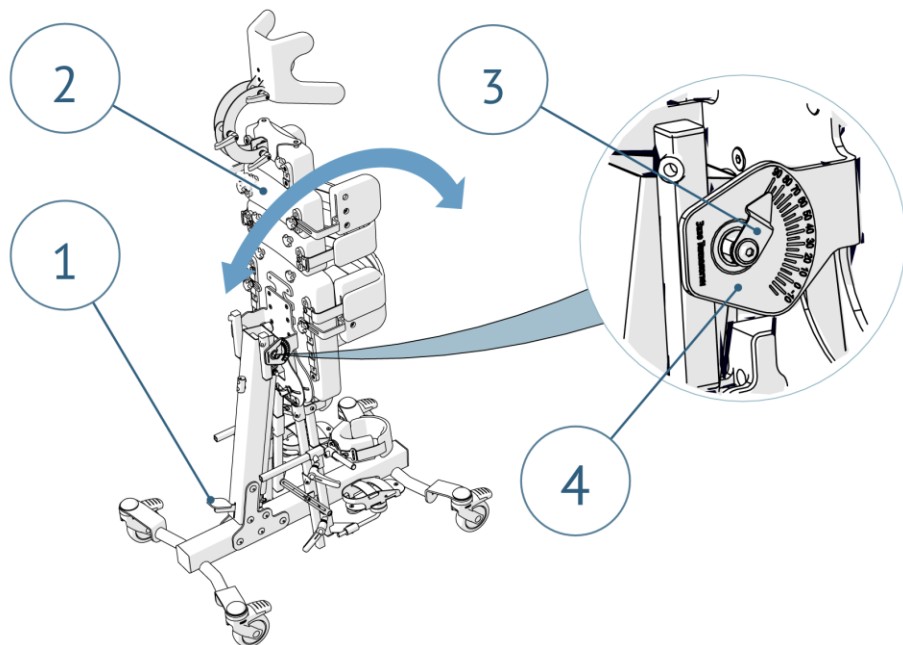

Рисунок 13. Изменение угла вертикализации пользователя
Для изменения угла наклона изделия плавно нажмите ногой на педаль (1) и прилагая усилия руками к верхней части основания (2) переведите пользователя в нужное положение (рис.13).
Угол наклона пользователя можно определить по указателю (3) и шкалам (4), размещенным с обеих сторон опоры (рис.13).